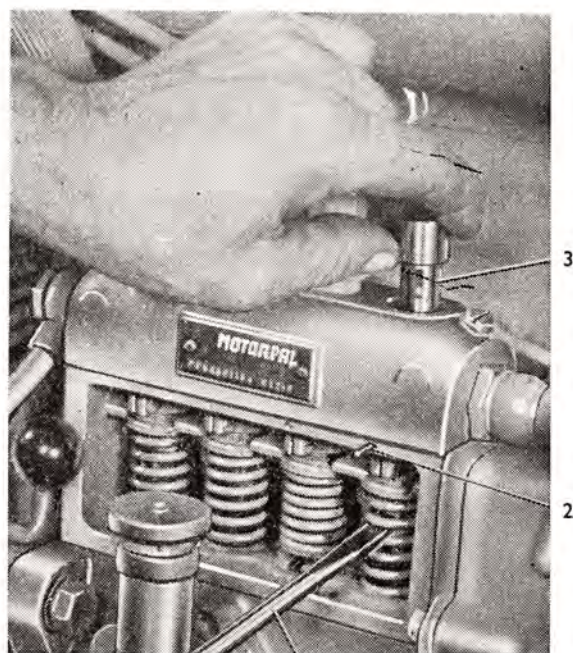
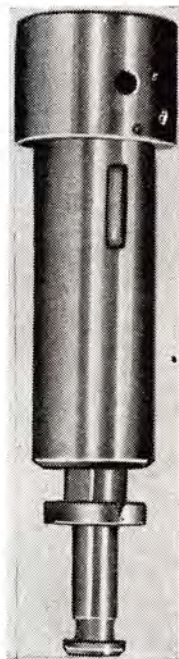
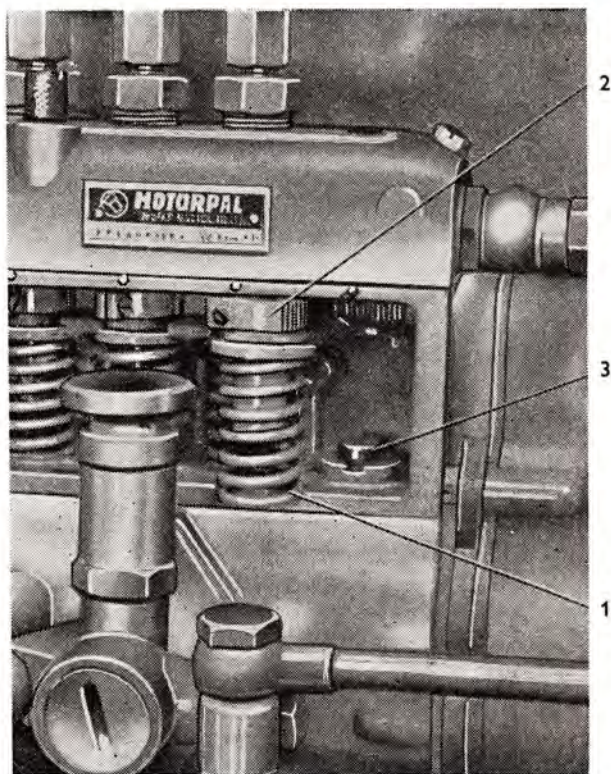

Abb. 29
Abb. 30
Abb. 31
4. Mit Hilfe einer Vorrichtung oder eines Schraubenziehers (Abb. 29/1), der unter den Kolbenkopf eingelegt wird, ist auf den Kolben zu drücken. Durch Herausdrücken des Kolbens wird der Sicherungsstift (Abb. 29/2) aus der Zylindernut (Abb. 29/3) herausgeschoben und dann kann der Kolben mit Zylinder (Abb. 30) leicht von oben herausgenommen werden.
5. Durch Zusammenpressen und Abdrücken der Kolbenfeder (Abb. 31/1) mit dem oberen Federteller (Abb. 32/1) und der Regelhülse (Abb. 31/2) kann sowohl die Regelhülse als auch die Kolbenfeder leicht herausgenommen werden. Bei dem Herauschieben muss auf die Ausgleichsunterlagscheibe (Abb. 31/3) geachtet werden. Die Feder ist auszuwechseln und die Regelhülse in umgekehrtem Arbeitsvorgang einzubauen. Bei Rückmontage ist darauf zu achten, dass die Regelhülse (Abb. 32/2) gegenüber den anderen Hülsen in richtiger Lage montiert wird. Es ist auch darauf zu achten, dass sich die Zylindernut (Abb. 29/3) genau gegenüber der Öffnung im Sicherungsstift (Abb. 29/2) in der Pumpe befindet und dass sich der Stift in diese Nut leicht einpassen lässt; keine Gewalt darf angewendet werden. Vor der Montage sind die Elemente von Konservierungsfett zu reinigen — Achtung auf Verwechslung von Kolben und Zylinder.
Nach Entfernung des Konservierungsfettes und Durchspülung mittels Kraftstoff muss der Kolben durch Eigengewicht in den Zylinder (Abb. 30) einfallen.